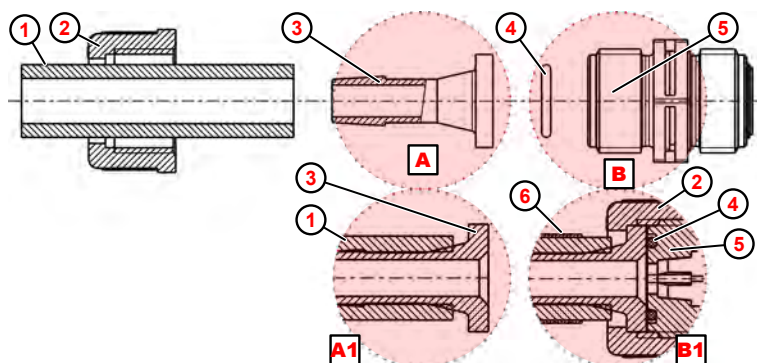

Fig. 9: Collegamento tubi rigidi e tubi flessibili con raccordo filettato di fissaggio e fascetta tubo flessibile
1. ➤ Tagliare il tubo flessibile ( Fig. 9 , ① ) dritto.
2. ➤ Fare scorrere la fascetta stringitubo ⑥ nel tubo flessibile ①
3. ➤ Fare scorrere il dado per raccordi ② nel tubo flessibile ① .
4. ➤ Fare scorrere il tubo flessibile ① fino al collare di arresto sul raccordo filettato di fissaggio ③ (dettaglio **A1** ).
5. ➤ Inserire l'O-Ring ④ nel dado della valvola di aspirazione/di mandata ⑤ .
6. ➤ Serrare il dado per raccordi ② .
7. ➤ Far scorrere la fascetta stringitubo ⑥ nella parte inferiore e serrare (dettaglio **B1** ).